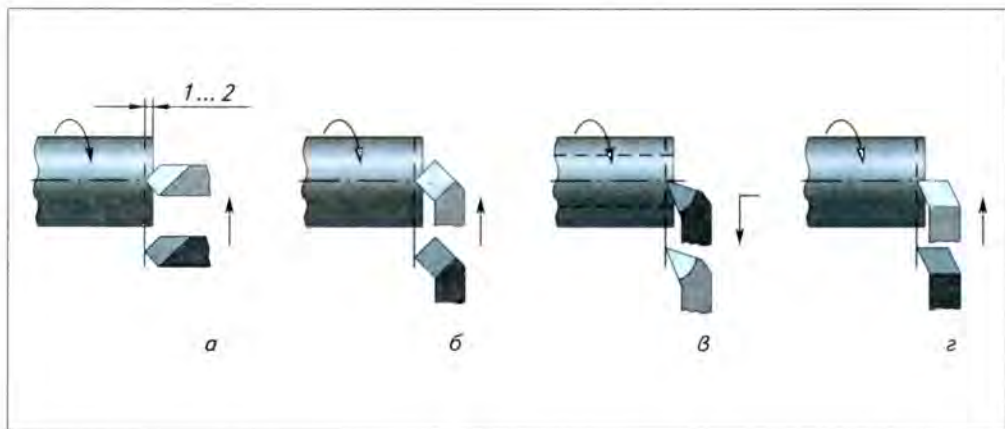

Рис. 72. Подрезание торцов проходными (а, б, в) и подрезным (г) резцами
При подрезании торца проходным (рис. 72, а, б, в) или подрезным (рис. 72, г) резцом его подводят до соприкосновения с торцом, затем отводят на себя и перемещают каретку на 1...2 мм влево (т. е. устанавливают глубину резания 1...2 мм). Поперечным перемещением резца снимают с торца слой металла. Переместить каретку на 1...2 мм или любую другую величину можно с помощью лимба продольной подачи. Цена деления этого лимба — 0,5 мм, поэтому количество делений, на которое требуется повернуть лимб, определяют по формуле: $\sigma_{\text{продольное}} = \ell : 0,5$, где ℓ — необходимая длина перемещения каретки.
Если на торце детали есть отверстие, то подрезку торца можно проводить от центра детали при подаче резца на себя (рис. 72, в).
2. Включите станок и подрежьте торец заготовки (см. рис. 72) с помощью поперечной подачи резца. Выключите станок, снимите деталь, закрепите ее в тисках и зачистите получившийся в центре торца уступ. Проверьте прямолинейность торца, приложив к нему линейку.